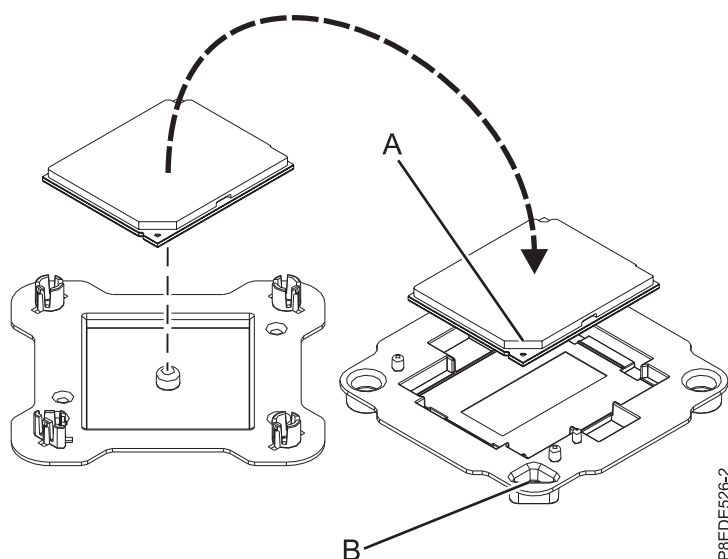

Figure 21. Positionnement du module processeur système dans l'emballage
11. Saisissez légèrement par les côtés le module processeur système que vous avez remplacé et soulevez-le hors du couvercle de l'emballage. Alignez l'angle biseauté du module (A) avec l'angle de l'emballage comportant un trou en forme de triangle (B) et placez-le dans l'emballage, comme illustré dans la figure 21. Fermez le couvercle de l'emballage.